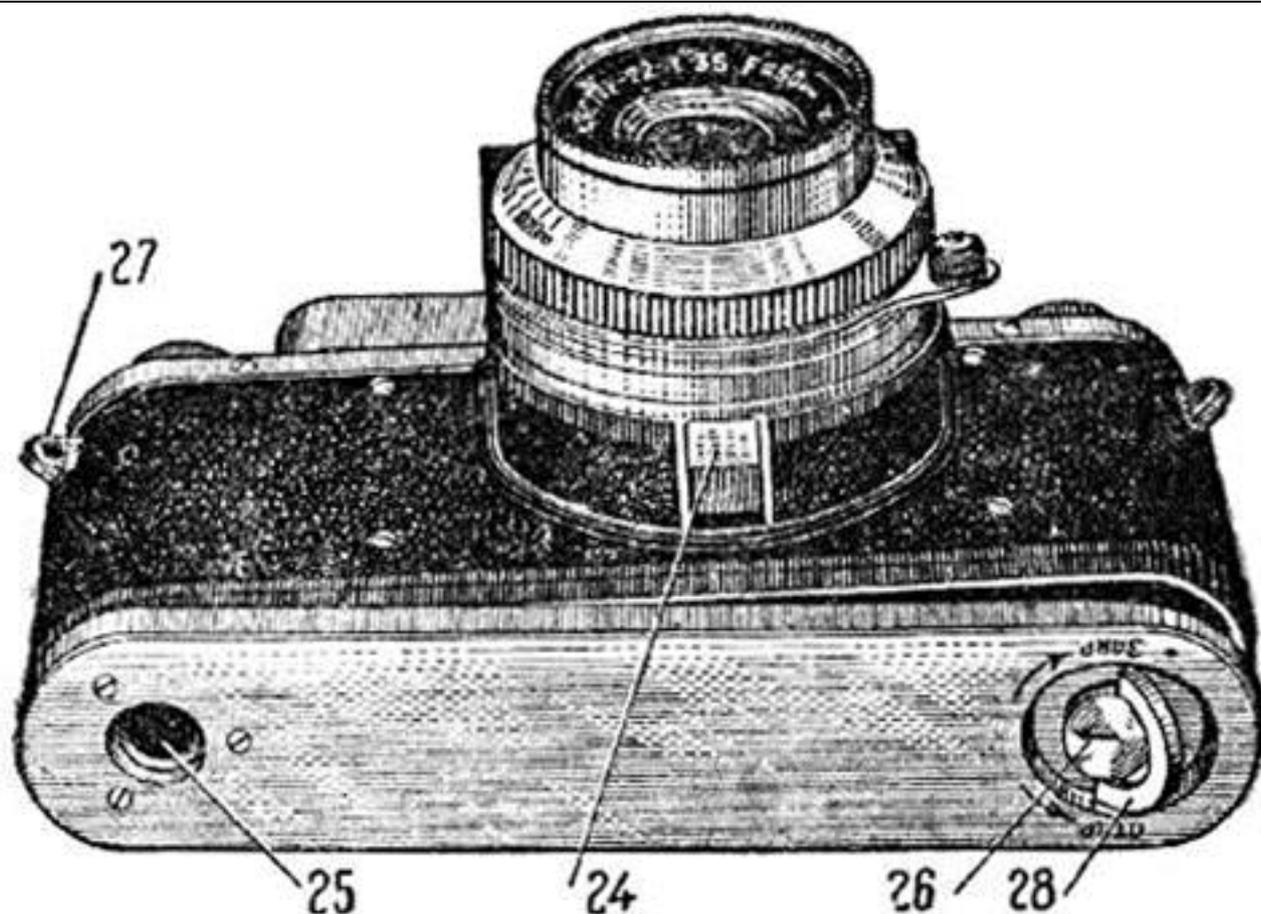

Рис. 4
В передней нижней части аппарата устроена откидывающаяся ножка 24 (рис. 4) для установки фотоаппарата на плоскости (например на столе).
5. Наденьте нижнюю крышку, плотно прижмите ее и поверните дужку замка 28 (рис. 4) по часовой стрелке на пол-оборота. Стрелка замка будет указывать на «ЗАКР». Проверьте, замкнута ли крышка. После этого дужку замка утопите в углублении крышки.